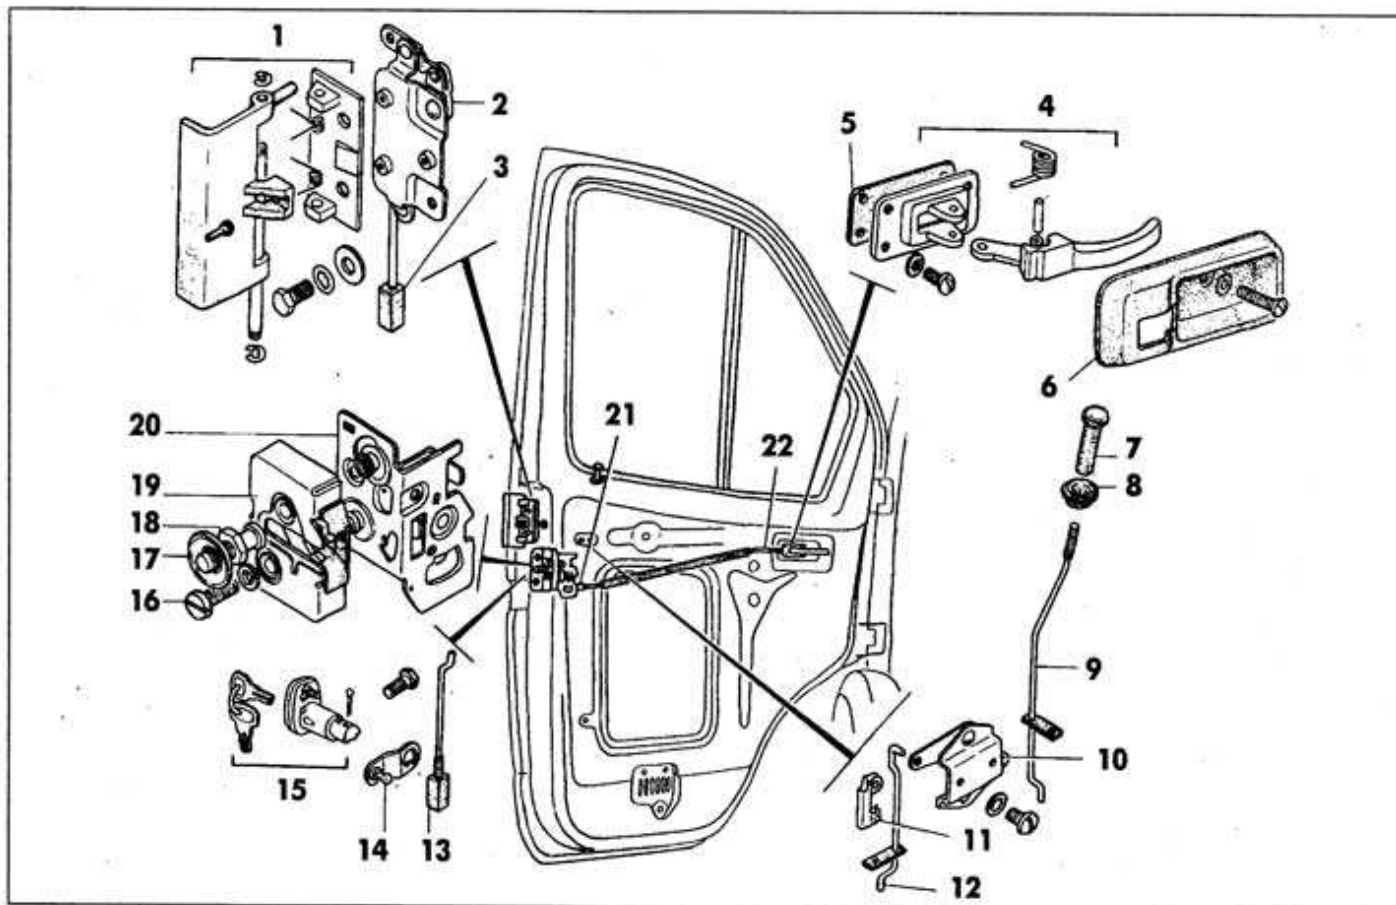

Рис. 8.6. Замок и приводы замка двери:
Замок (рис.8.6) состоит из трех частей: запорного механизма 19, рычажного механизма 20 и шипа фиксатора 18. Замок можно открыть снаружи и изнутри кабины, его можно заблокировать как снаружи, так и изнутри кабины при полностью закрытой двери.
Не работает наружная ручка двери Сломан выступ наружной ручки Треснул или сломался наконечник привода 3 (см. рис.8.6)	Наружную ручку заменить Заменить наконечник или привод
- снять розетку внешнего привода 6 (см. рис.8.6);